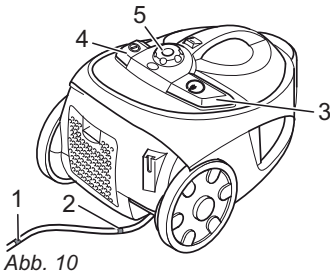

Abb. 10
2. Ziehen Sie das Kabel am Stecker bis zur gelben Markierung (Abb. 10/1) heraus.
Falls die rote Markierung (Abb. 10/2) sichtbar ist, ziehen Sie das Kabel mithilfe der Kabelaufrolltaste (Abb. 10/3) wieder bis zur gelben Markierung ein. Ansonsten kann das Kabel abreißen. Es besteht Stromschlaggefahr!
3. Schalten Sie den Bodenstaubsauger am Ein-/Aus-Schalter (Abb. 10/4) ein.
5. Stellen Sie am Saugleistungsregler (Abb. 10/5) die Saugleistung ein.